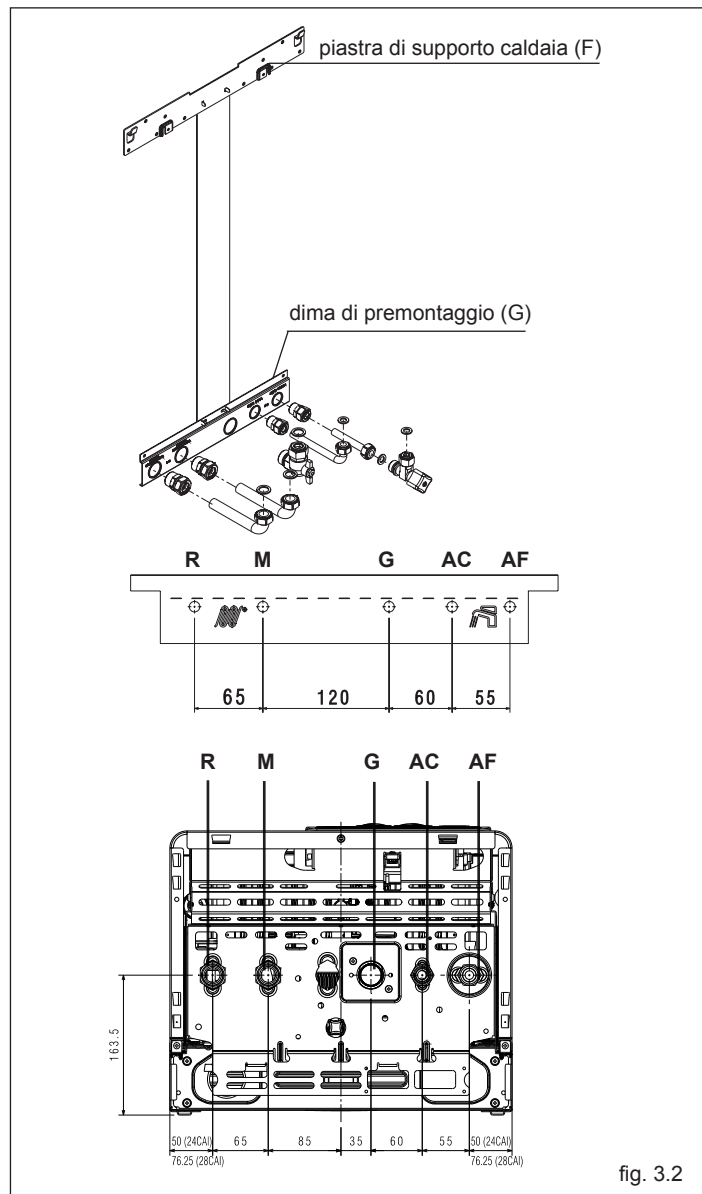

fig. 3.2
Per poter permettere l'accesso interno della caldaia al fine di eseguire le normali operazioni di manutenzione, è necessario rispettare gli spazi minimi previsti per l'installazione (fig. 3.2).
La caldaia è fornita di serie con piastra di supporto caldaia con dima di premontaggio integrata (fig. 3.2).
- fissare la piastra di supporto caldaia (F) con dima di premontaggio (G) alla parete e con l'aiuto di una livella a bolla d'aria controllare che siano perfettamente orizzontali - fig. 3.2
- tracciare i 4 fori (Ø 6 mm) previsti per il fissaggio della piastra di supporto caldaia (F) e i 2 fori (Ø 4 mm) per il fissaggio della dima di premontaggio (G)- fig. 3.2